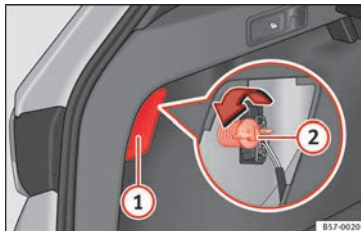

Fig. 110 Maletero: acceso al tornillo de fijación de la unidad de luz trasera.
- Retire la tapa haciendo palanca con el lado plano de un destornillador en el rebaje » **fig. 110 ①**.
- Desenrosque con la mano o con ayuda de un destornillador el tornillo de fijación del piloto » **fig. 110 ②**.